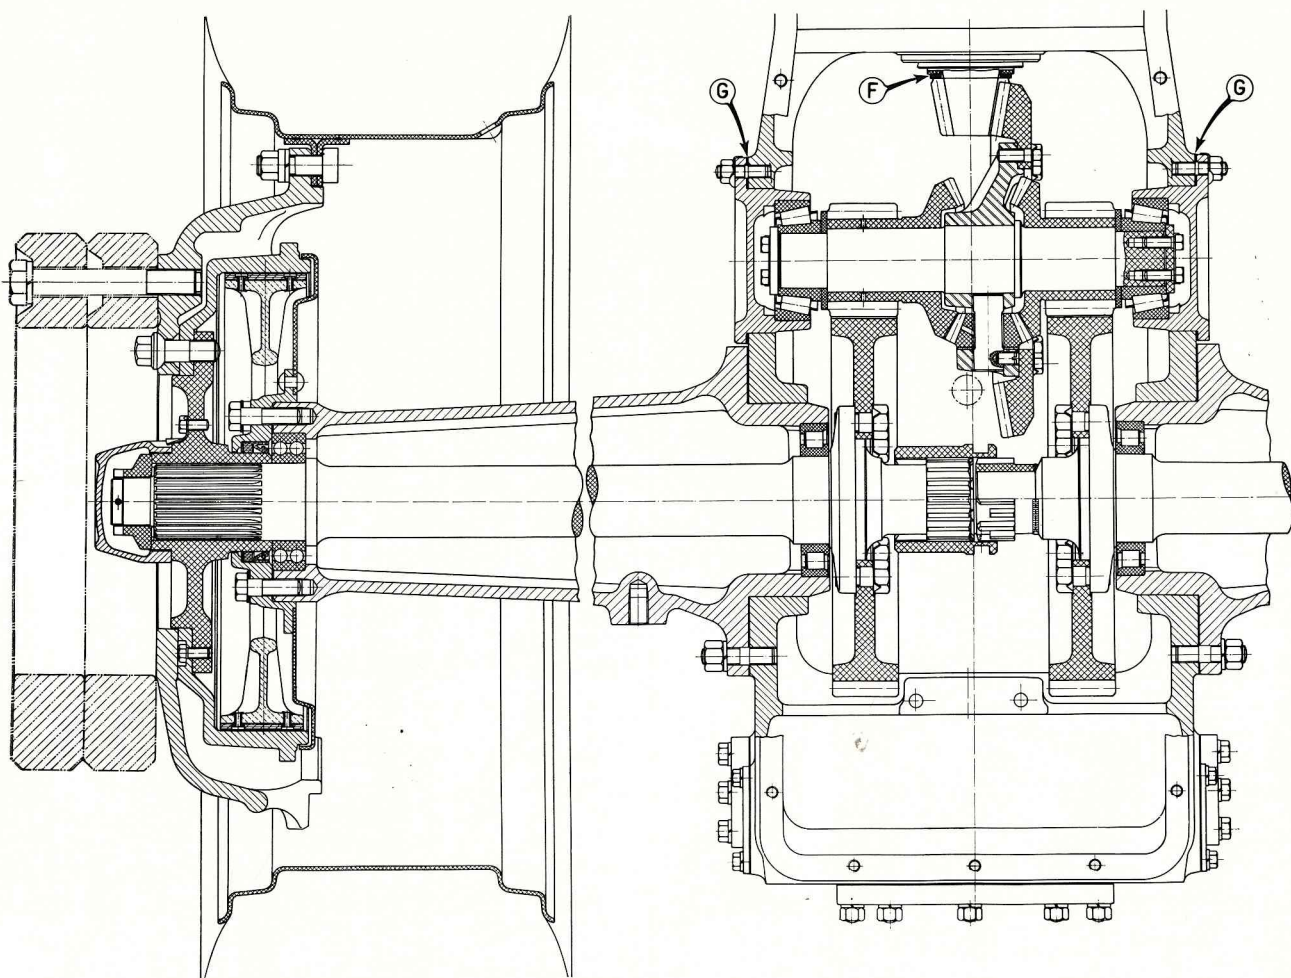

Fig. 198 - Trasmissione posteriore.
- Verificare l'accoppiamento tra i denti del pignone e quelli della corona e, se occorre, registrare la posizione del pignone rispetto alla corona variando lo spessore dell'anello di registro **F** (fig. 198).
La fig. 198 illustra la trasmissione posteriore dei trattori **45 R**. Per lo smontaggio dei riduttori laterali procedere come segue.